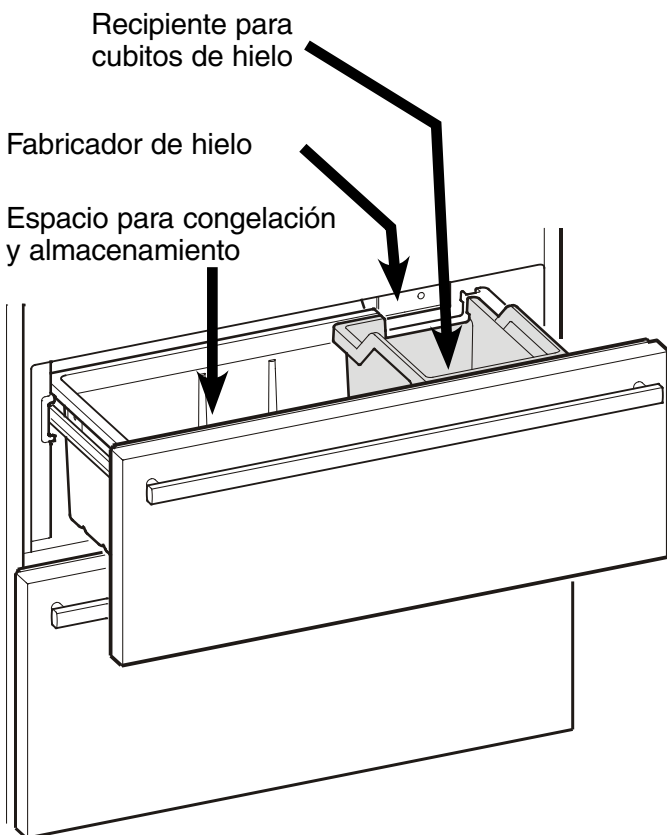

Figura 16
Descripción del compartimiento congelador - *Figura 16*
- El fabricante de hielo puede producir cubitos de hielo únicamente si el cajón superior del congelador está completamente cerrado y el recipiente para cubitos de hielo se encuentra instalado correctamente (**Figura 16**).
- Por último, limpie el cajón de cubitos de hielo (**Figura 16**).
Los cubitos de hielo caen dentro del recipiente para cubitos de hielo (**Figura 16**). A partir de una determinada cantidad de llenado se interrumpe automáticamente la producción de cubitos de hielo. El fabricante de hielo no llenará el recipiente hasta arriba.
Asegúrese de que el cajón superior del congelador esté completamente cerrado y el recipiente para cubitos de hielo se encuentre instalado correctamente (**Figura 16**).